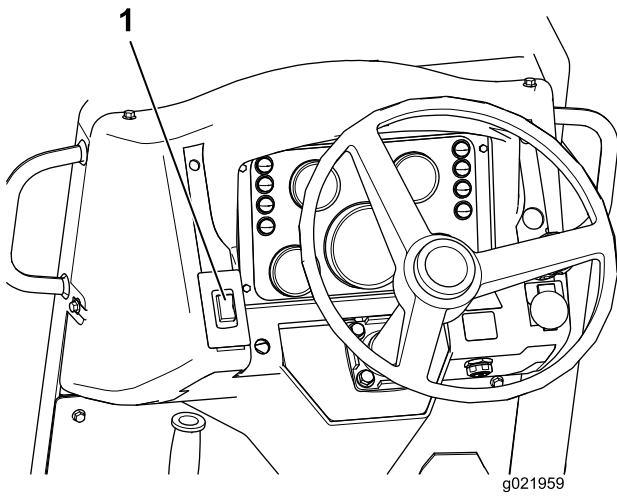

Bild 25
- Drücken Sie den Feststellbremsschalter (Bild 25) nach oben, um die Feststellbremse zu aktivieren.